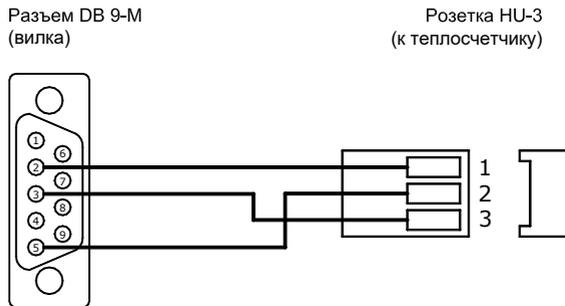
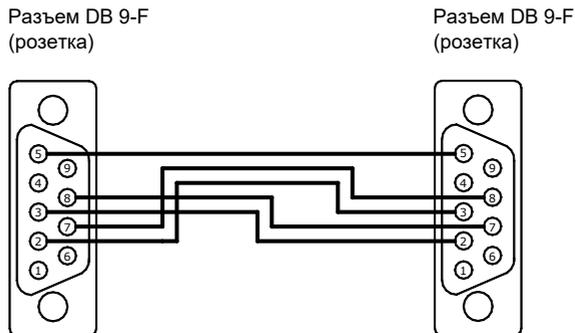

Рис. 9.5 Переходной кабель RS-232C (ТЭМ-104 - АПД)
Рис. 9.6 Нуль - модемный кабель RS-232C
9.8.6 Выходные каскады импульсного выхода аппаратно могут быть выполнены одним из 3 способов (см. рисунок 9.5а):
Рис. 9.5а
9.9.2 В случае, когда теплосчетчик поставляется с установленным переходным кабелем (см. карту заказа, ПРИЛОЖЕНИЕ А), для считывания данных по интерфейсу RS-232C в ПК необходимо подключить к переходному кабелю, изображенному на рис. 9.5, нуль-модемный кабель (см. рис. 9.6).
9.9.3 Для считывания данных по интерфейсу RS-232C в адаптер переноса данных необходимо подключить адаптер к переходному кабелю (см. рис. 9.5).